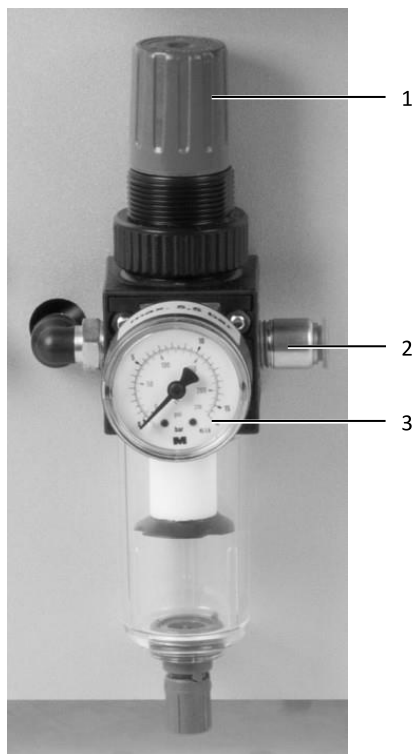

Fig. 4: Installer les raccords
- Raccorder tout d'abord le tuyau d'air comprimé au groupe de conditionnement d'air de la machine (fig. 4, pos. 2).
- Contrôler l'affichage du manomètre (fig. 4, pos. 3).
- Réguler si nécessaire la pression de service. Tirer pour cela la vis de réglage (fig. 4, pos. 1) vers le haut et la tourner avec précaution :